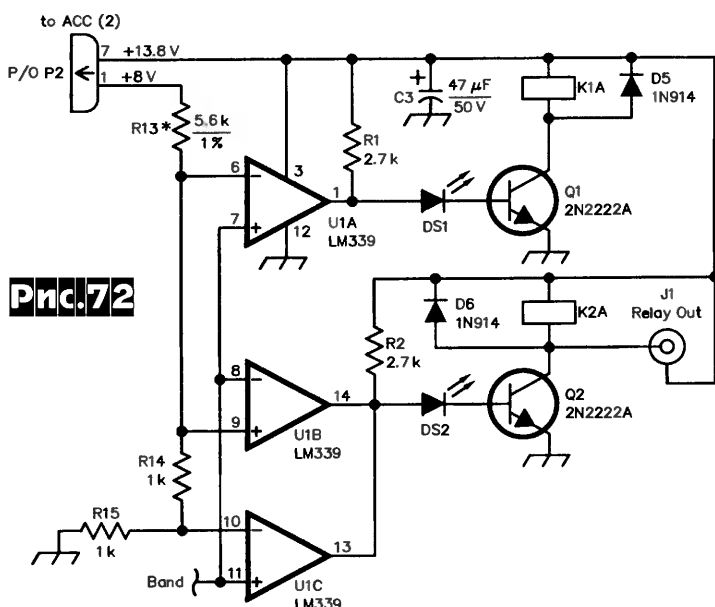
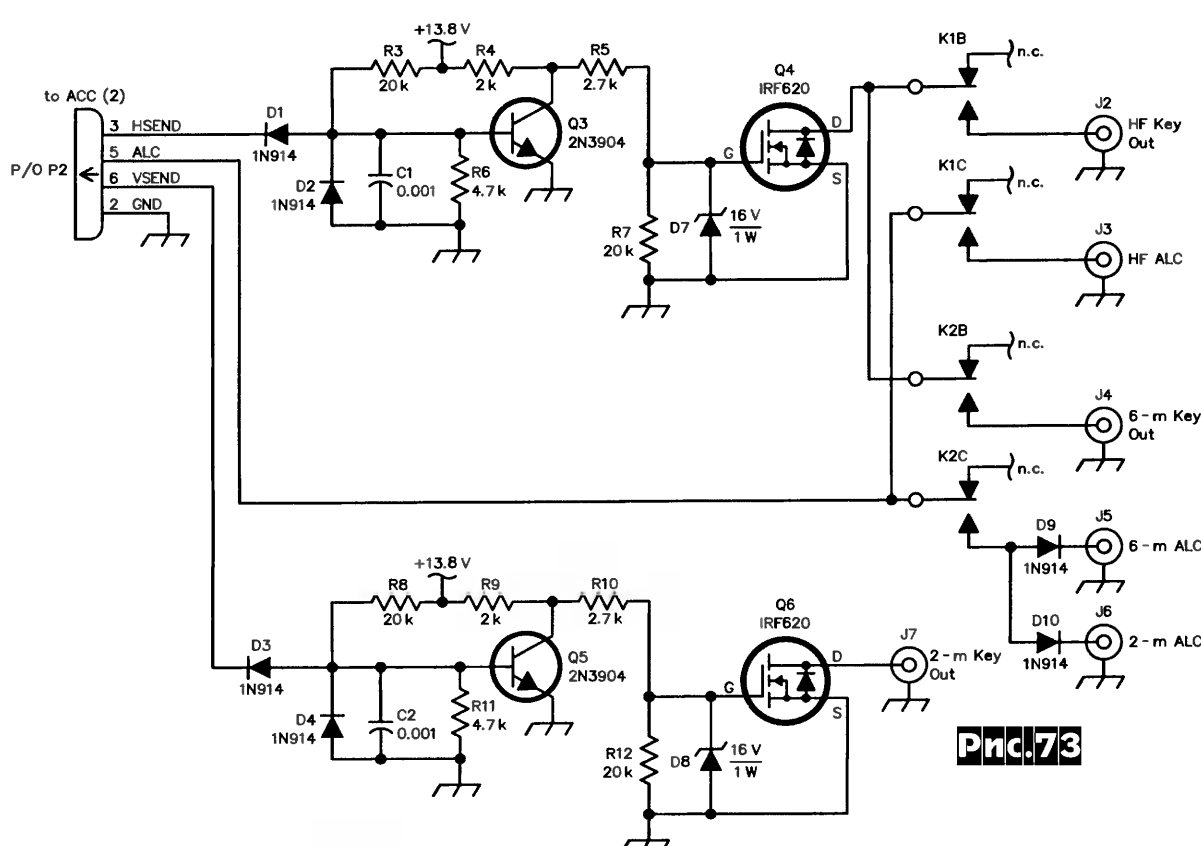
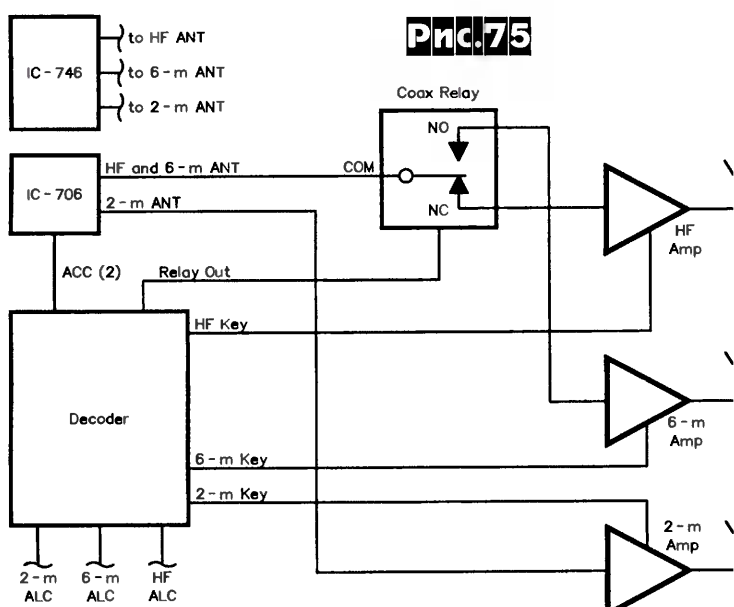
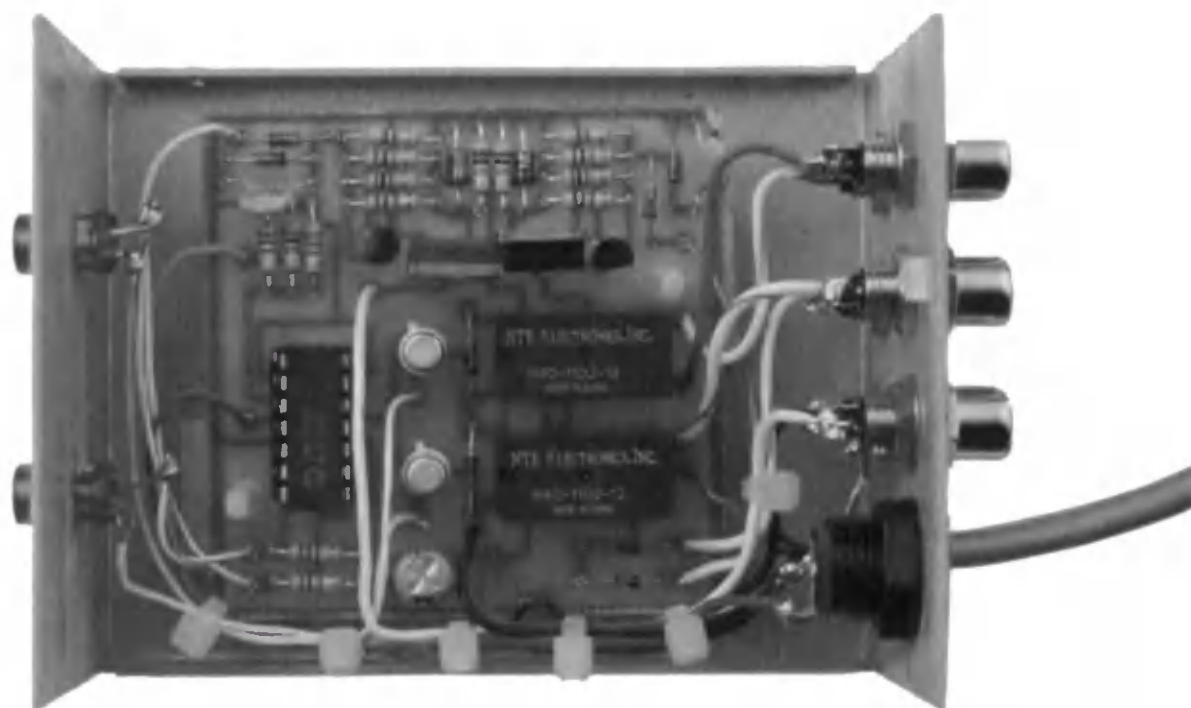

Рис.72
Рис.73
Рис.75
Рис.76
При использовании трансивера, работающего на КВ, 6 м и УКВ возникает проблема автоматического включения дополнительных усилителей мощности при переходе с диапазона на диапазон. Пол Хьюитт (WD7S) предложил схему такого **автоматического переключателя усилителей** для трансиверов ICOM IC-746, -736, -706MKII. Управляющие и питающие напряжения берутся с разъема ACC(2), расположенного на задней панели трансиверов. Назначение выводов ACC(2) показано в **табл.2**. На **рис.72** представлена схема логического определения КВ-диапазонов и 6-метрового диапазона. Для этого используется вывод 4 (BAND) разъема ACC(2), на котором при смене диапазонов изменяется напряжение (U-Band) в соответствии с **табл.3**. U-Band подается на выводы 7, 8, 11 компараторов U1A, U1B, U1C соответственно. При U-Band выше 2 В на выходе компаратора U1A присутствует высокий уровень, что приводит к открыванию Q1 и срабатыванию реле K1A (все КВ диапазоны, кроме 30 м). Высокий уровень на выходе U1B будет в случае, когда U-Band меньше 2 В, а на выходе U1C - когда U-Band больше 1 В. Таким образом реле K2A сработает, когда трансивер включен на 6-метровом диапазоне (U-Band = 1...1,9 В). Для включения дополнительного усилителя на 144 МГц используется сигнал VSEND (контакт 6/ACC(2), который при этом соединяется с общим проводом). Транзистор Q5 (**рис.73**) закрывается, а Q6 открывается. Сигнал HSEND (контакт 3/ACC(2)) управляет включением усилителей на КВ
в IC-706MKII применен один разъем ANT и для КВ, и для 6 м, автор предусмотрел дополнительную коммутацию с помощью коаксиального реле - **рис. 75**, управляемого сигналом с разъема J1/Relay Out (рис.72). В качестве коммутирующих транзисторов Q4 и Q6 автор применил IRF620 с Упит.макс.=200 В и Iмакс.=5 А. Внешний вид на монтаж устройства показан на **рис. 76** («QST», N5/00, 33-36).